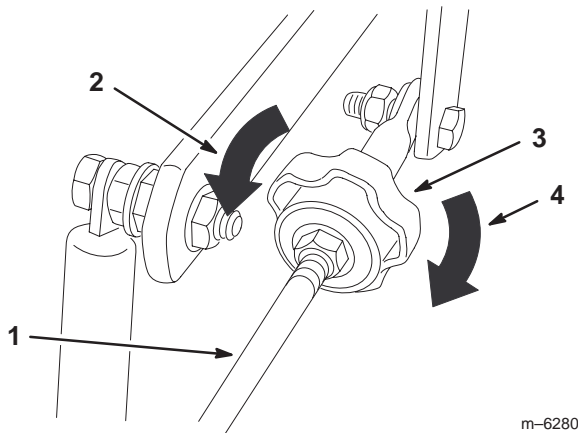

Figure 58
4. Pour que la machine tire à droite, tournez le bouton vers la droite de la machine (voir la figure 58).
5. Pour que la machine tire à gauche, tournez le bouton vers la gauche de la machine (voir la figure 58).